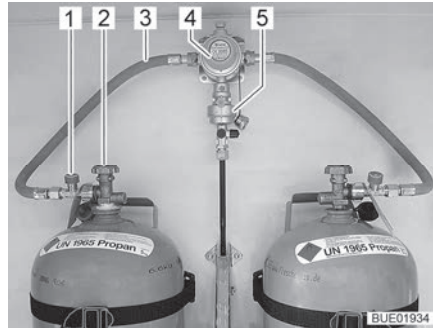
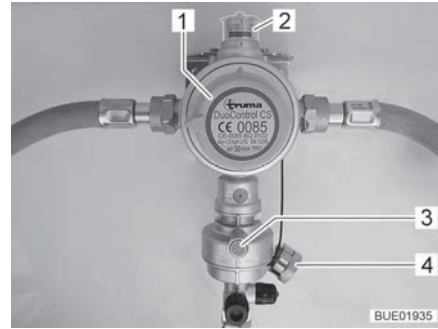
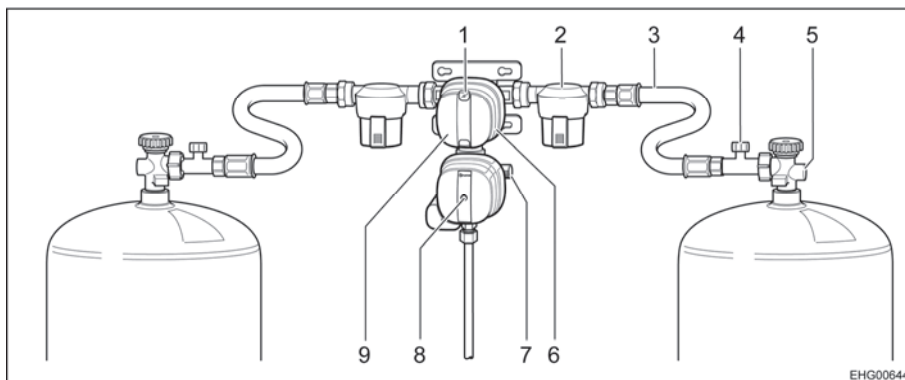

Bild 69 Gasflaskor med DuoControl
Bild 70 DuoControl-styrssystem
Bild 71 Gastryck-styrssystem DuoControl CS
DuoControl-styrssystemet består av en omkopplingsventil (Bild 69,4) och en crashsensor (Bild 69,5). DuoControl-styrssystemet är monterat mellan gasslangarna (Bild 69,3) med slangbrottssäkring (Bild 69,1). Med vredet (Bild 70,1) på omkopplingsventilen ställer du in vilken gasflaska som ska användas som driftflaska och vilken som ska användas som reservflaska.
I fönstret (Bild 70,2) visas gasförsörjningens status:
Drift med bara en gasflaska är tillåten. Den öppna anslutningen måste dock förslutas med ett blindlock (Bild 70,4) i detta fall.
Crashsensorn stänger av gastillförseln vid kraftig vibration (t. ex. vid en krock). Crashsensorn aktiveras genom att trycka på den gröna återställningsknappen (Bild 70,3).
Slangbrottssäkringen (Bild 69,1) stänger av gasflödet om den anslutna slangen går sönder. Slangbrottssäkringen måste aktiveras genom att trycka på den gröna knappen.
DuoControl-styrssystemet består av en omkopplingsventil med crashsensor (Bild 71,9). DuoControl-styrssystemet är monterat mellan högtrycksslangarna (Bild 71,3) med slangbrottssäkring (Bild 71,4). Med vredet (Bild 71,6) på omkopplingsventilen ställer du in vilken gasflaska som ska användas som driftflaska och vilken som ska användas som reservflaska.
På statusindikatorn (Bild 71,1) visas gasförsörjningens status:
Drift med bara en gasflaska är tillåten. Den öppna anslutningen måste dock förslutas med ett skruvlock (Bild 71,7) i detta fall.
Crashsensorn stänger av gastillförseln vid kraftig vibration (t. ex. vid en krock). Crashsensorn aktiveras genom att trycka på den gula återställningsknappen (Bild 71,8).
Slangbrottssäkringen (Bild 71,4) stänger av gasflödet om den anslutna slangen går sönder.
Gastillförseln via DuoControl-styrsystemet slås på och av på kontrollenheten (Bild 72). Gasflaskornas huvudavstängningsventiler (Bild 71,5) och gasavstängningsventilerna på apparaterna måste öppnas för hand.
- Med vredet (Bild 71,6) på omkopplingsventilen väljs gasflaskan, som ska prioriteras (driftflaska). Vrid alltid vredet till stoppläget.
- Öppna huvudavstängningsventilerna (Bild 71,5) på gasflaskorna.
- Aktivera slangbrottsäkringen (SBS). För att göra detta, tryck på den gröna knappen (Bild 69,1) resp. tryck på SBS (Bild 71,4) i cirka 5 sekunder. I fönstret resp. på statusindikatorn (Bild 71,1) visas den gröna markeringen.
- Stäng huvudavstängningsventilerna (Bild 69,2 resp. Bild 71,5) på gasflaskorna.
Om den gröna kontrollampan (Bild 72,6) slocknar under drift och den röda kontrollampan (Bild 72,5) tänds är driftflaskan tom och måste bytas ut. I fönstret (Bild 70,2) resp. på statusindikatorn (Bild 71,1) visas den röda markeringen. Gasförbrukarna försörjs med gas från reservflaskan.
- Vrid vredet (Bild 71,6) ett halvt varv i riktning mot den gasflaska som används för tillfället. Då blir denna gasflaska driftflaska och den tomma flaskan blir reservflaska. Markeringen i fönstret (Bild 70,2) resp. på statusindikatorn (Bild 71,1) växlar från rött till grönt.
- Stäng huvudavstängningsventilen (Bild 69,2 resp. Bild 71,5) på den tomma gasflaskan. Beakta pilriktningen.
- Aktivera slangbrottssäkringen (SBS). För att göra detta, tryck på den gröna knappen (Bild 69,1) resp. tryck på SBS (Bild 71,4) i cirka 5 sekunder.